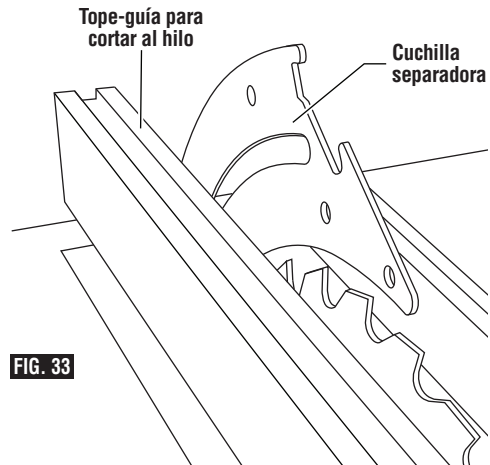

FIG. 33
3. Coloque el tope-guía para cortar al hilo en el lado izquierdo de la mesa. Mueva cuidadosamente el tope-guía para cortar al hilo contra la hoja, de manera que dicho tope-guía esté paralelo a la hoja y apenas toque las puntas de los dientes de la hoja de sierra. Fije el tope-guía para cortar al hilo y asegúrese de que la hoja, tanto en la parte delantera como en la parte trasera, aún esté tocando el tope-guía para cortar al hilo (Fig. 33).